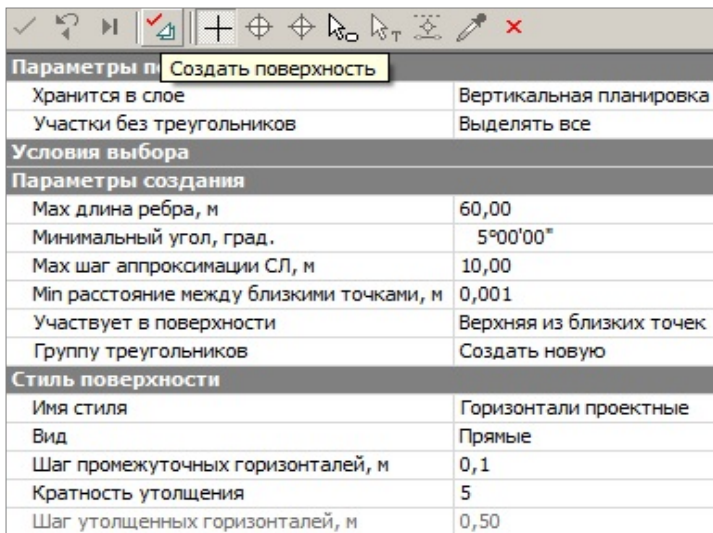

Рис. 6.19
- Настройки создаваемой поверхности показаны на рис. 6.19.